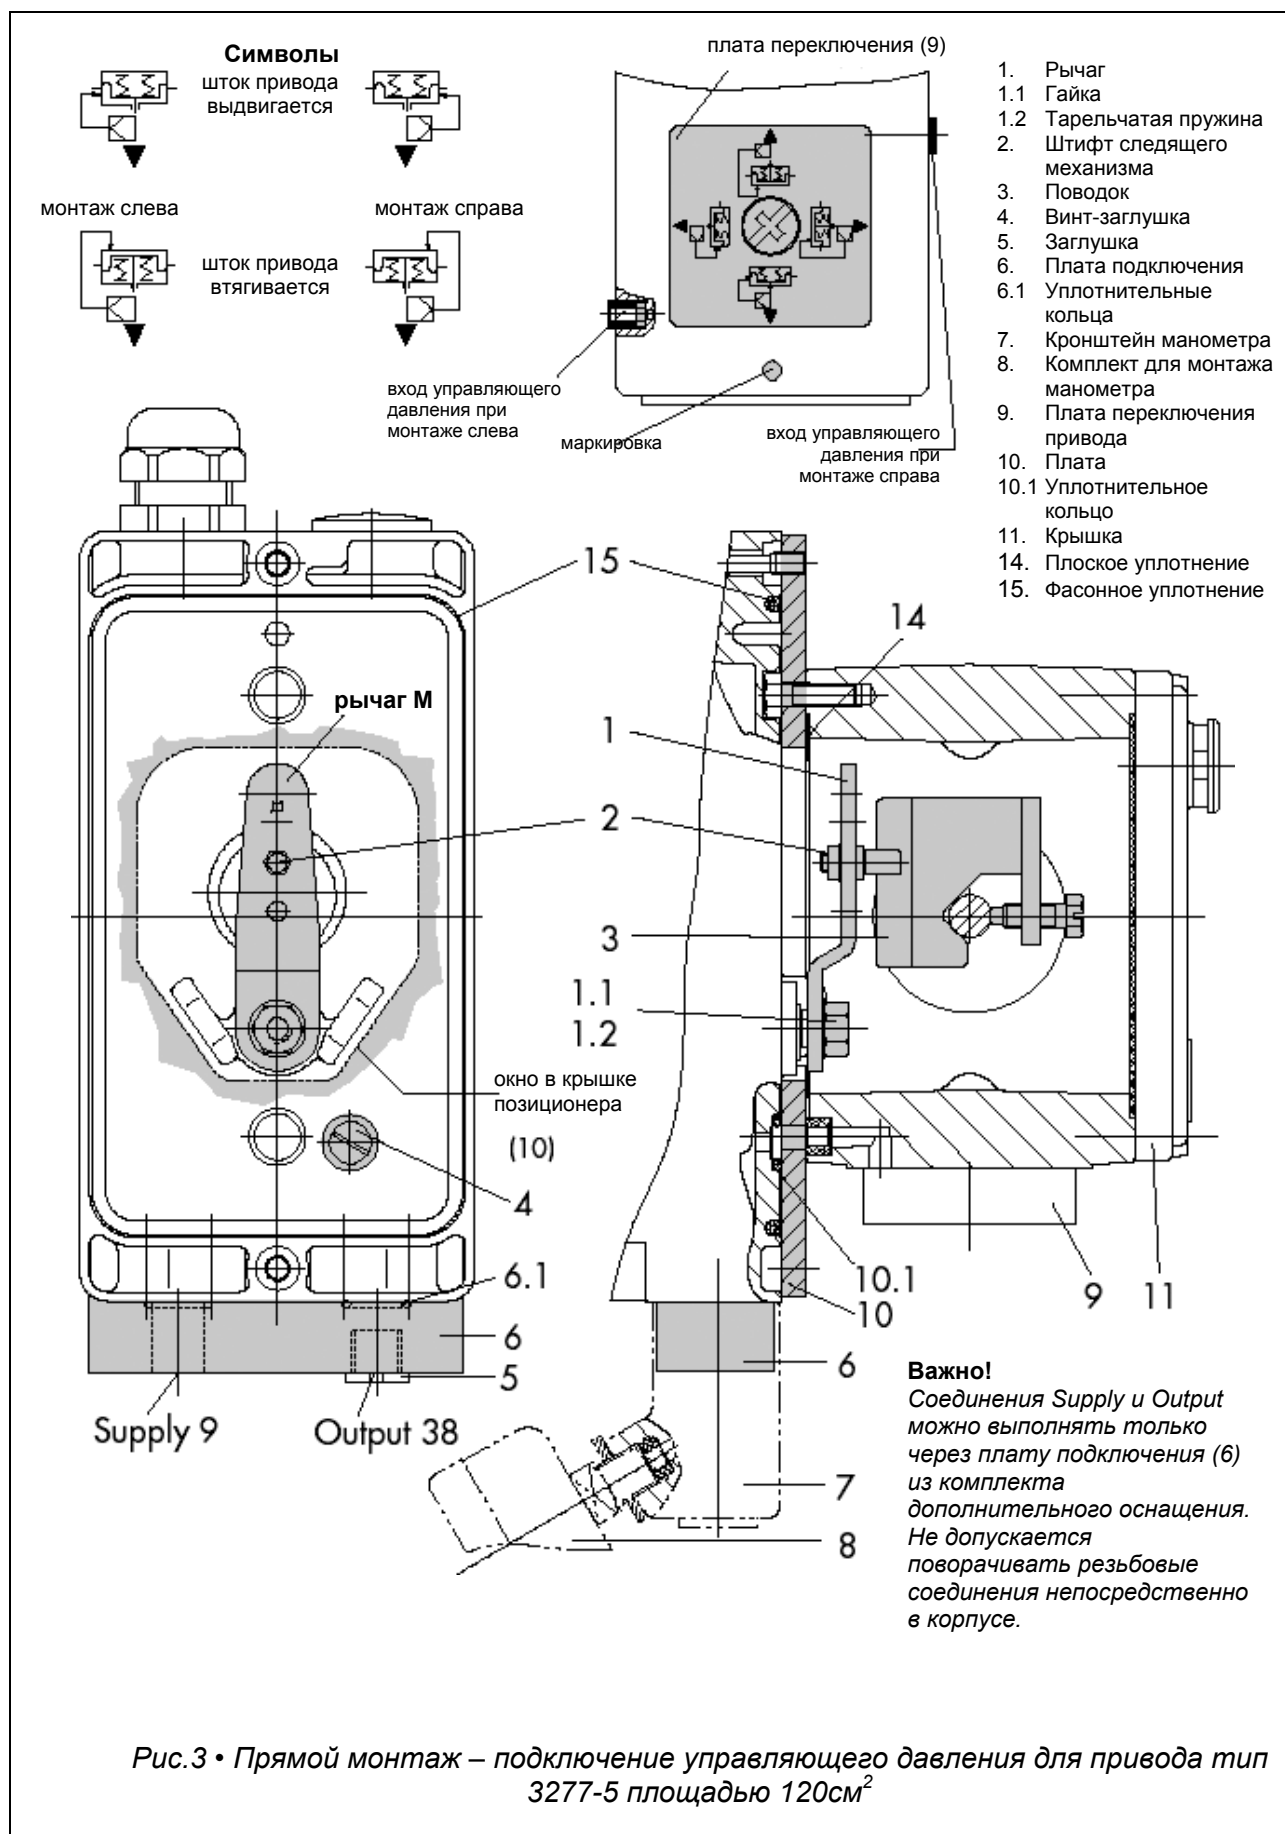

Рис.3 • Прямой монтаж – подключение управляющего давления для привода тип 3277-5 площадью 120см²
1. Смонтировать плату подключения (6) или кронштейн манометра (7) с манометрами на позиционере, обращая при этом внимание на правильную посадку обоих уплотнительных колец (6.1).
2. Удалить винт-заглушку (4) на обратной стороне позиционера и закрыть заглушкой (5) из комплекта принадлежностей выход управляющего давления “Output 38” на плате подключения (6) или на кронштейне манометра (7).
3. Установить поводок (3) на штоке привода, выровнять и накрепко привинтить его так, чтобы при этом крепежный винт установился в пазу штока привода.
4. Закрепить плату (10) так, чтобы узкая сторона выемки (рис. 3 слева) была в направлении места подключения управляющего давления. Приклеенное плоское уплотнение (14) должно указывать в направлении рамы привода.